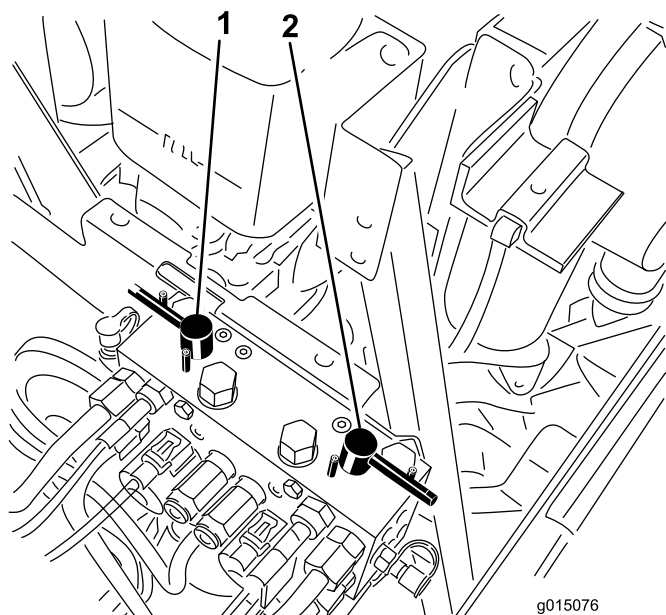

图 80
4. 选择前、后或同时两个倒磨控制杆确定哪个装置需要倒磨 (图 80)。